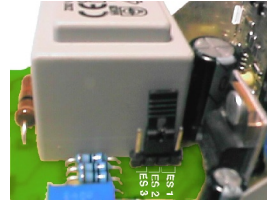

Abbildung 3
- 3.- Jumper je nach Messbereich in eine der drei Positionen stecken. (Abbildung 3)
- 3.- Locate the jumper and range configuration select with one to three possible positions.(figure3)